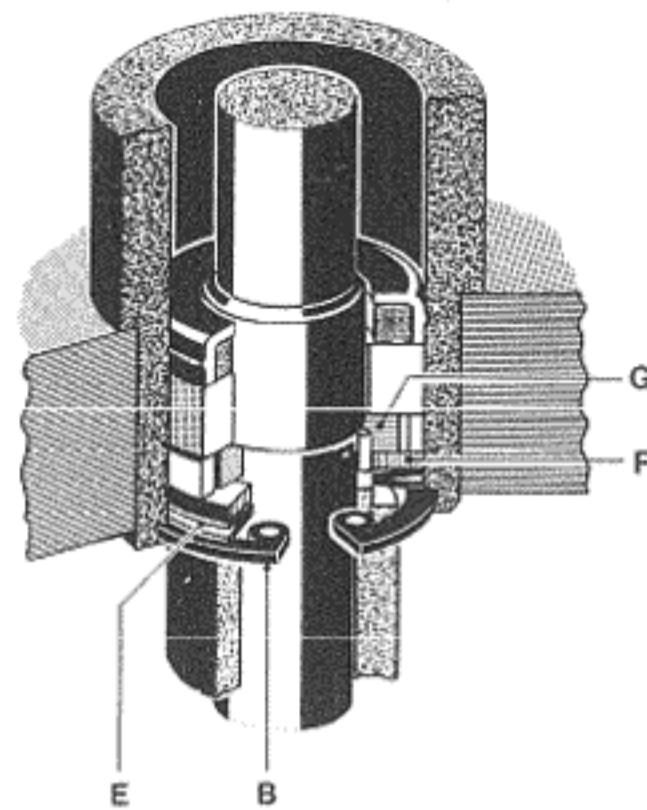

Fig. 4.4.-2
- Retirez prudemment l'arrêt de sécurité A par le côté; attention à la détente (fig. 4.4.-1). Retirez le rotor du moteur de cabestan par le bas.
- Wird der Seegerring B herausgenommen, kann das Kunststoffstützlager ausgebaut werden (Fig. 4.4.-2).
- To remove the thrust bearing from its housing, remove spring clip B (fig. 4.4.-2). Take out cup washer E, low friction washer F and thrust bearing G.